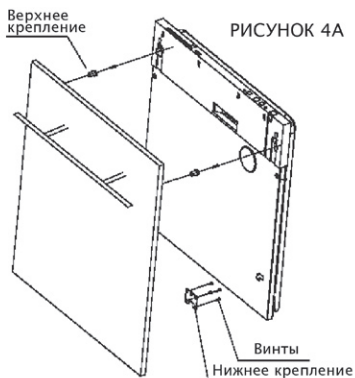

РИСУНОК 4А
2. Установите крепления на внешнюю панель с их помощью прикрепите ее к дверце машины (рис. 4а). После этого привинтите ее (рис. 4б).
Рисунок 4а